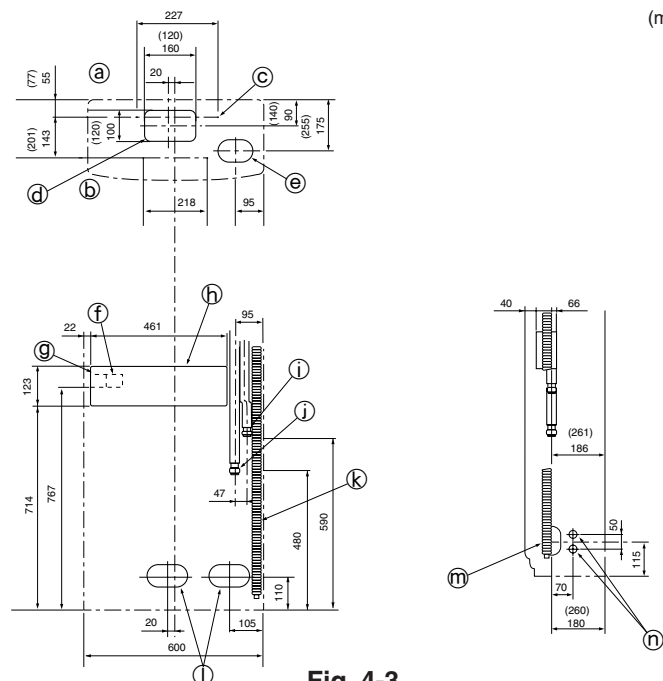

Fig. 4-3
4.3. Plaats van de koelstofleidingen en de afvoerleidingen (Fig. 4-3)